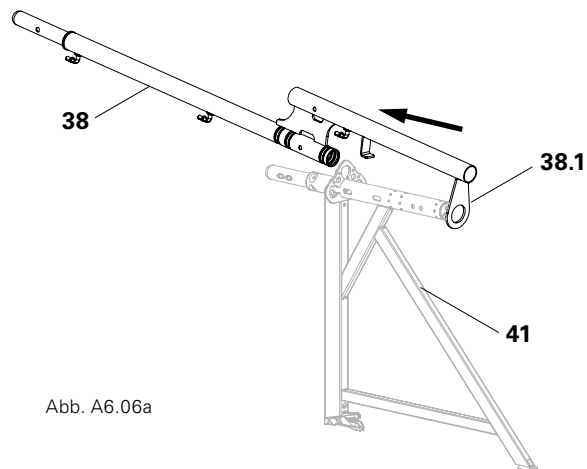

Abb. A6.06a
1. Lasche (**38.1**) des Schutzwandpfostens EPS (**38**) auf unteres Rohrende der Konsole (**41**) aufchieben. (Abb. A6.06a)